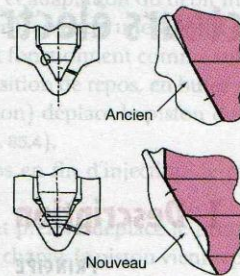
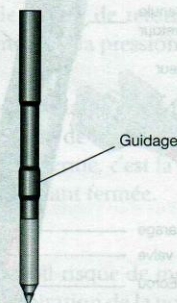

Figure 86.2. Sièges de l'aiguille modifié
Figure 86.6. Vue d'une aiguille d'injecteur common rail avec son guidage (Doc. Cybarmécanique)
- l'injecteur, multijets, qui ressemble à un modèle classique « à trous obturés » (fiche 74), mais les orifices sont d'un diamètre plus petit ( $< 0,15$  mm), la forme du siège de l'aiguille a dernièrement été optimisée pour obtenir une meilleure uniformité des jets (fig. 86.2), et le guidage de l'aiguille dans la buse (fig. 86.6) est renforcé ;
La valve est fermée (électro-aimant non alimenté), la haute pression de rail est présente dans la chambre de contrôle (fig. 86.6) (4), et sur la face d'appui de l'aiguille (fig. 86.7a).